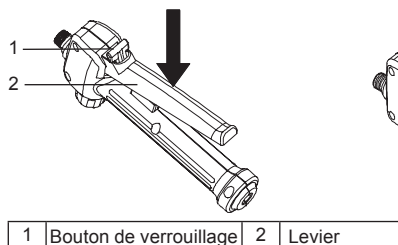

Figure 12
3. Appuyez toujours sur le levier pour commencer la pulvérisation. Voir la figure 12.